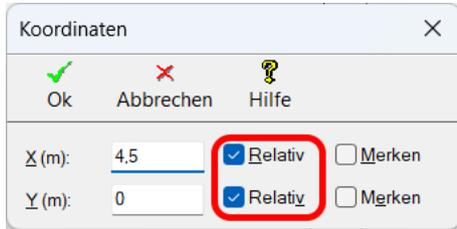

Abbildung 5.1.41: Koordinateneingabe
Versetze das Fadenkreuz um exakt 4,5 m nach rechts. Verwende hierzu die Funktion **Koordinateneingabe** (Taste **[TAB]**) und gebe als **relativen** Versatz auf der **horizontalen (X)** Achse "4,5" (m) ein (siehe Abbildung 5.1.41).